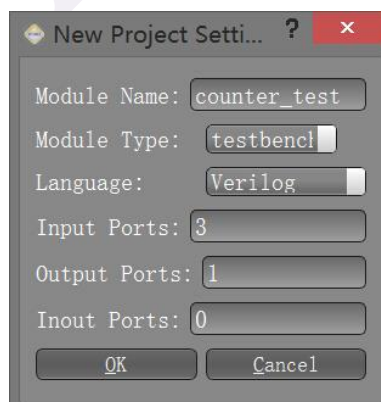

图 2-2-7 新建测试文件
(1) 新建一个文件。点击工具栏上的  图标，在弹出的对话框中参照图 2-2-7 进行设计。